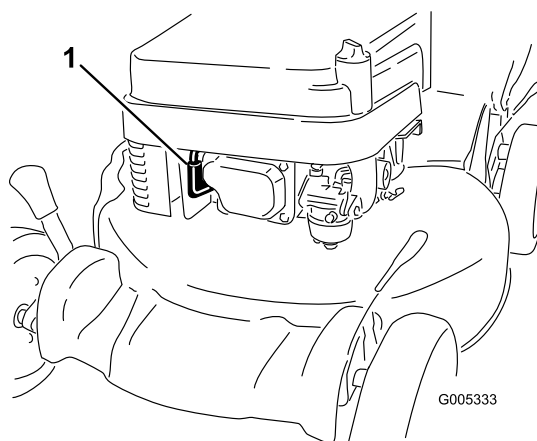

Figura 13
1. Conecte el cable de la bujía (Figura 13).